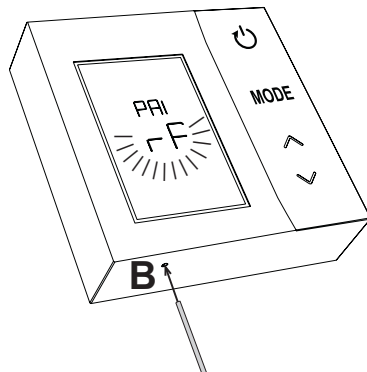

fig. 23
14. Apăsați timp de 1 - 2 secunde, cu ajutorul unui obiect ascuțit, tasta **B** de pe termostat („fig. 23”).